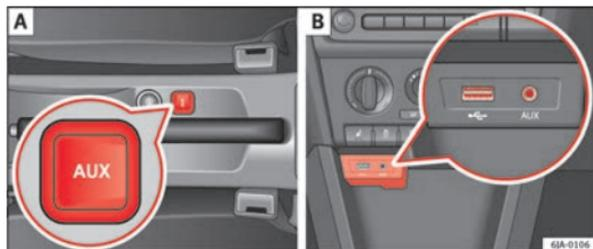

Fig. 40 Entrée AUX-IN/entrée MDI
- sur la console centrale entre les sièges avant ⇒ fig. 40 - [A] ;
- au-dessus du rangement sur la console centrale avant ⇒ fig. 40 - [B] ;
L'entrée MDI se trouve au-dessus du rangement de la console centrale avant ⇒ fig. 40 - [B] ;